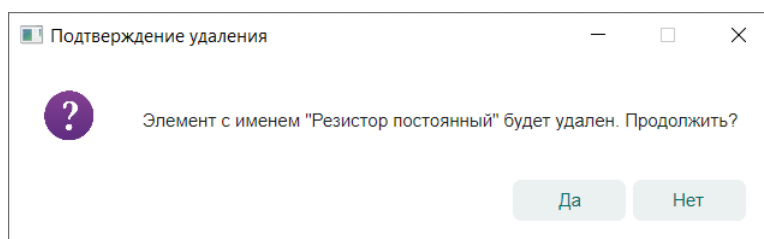

Рис. 51 Подтверждение удаления УГО
3. В окне «Подтверждение удаления» нажмите «Да» для подтверждения удаления УГО или «Нет» для отмены действия, см. Рис. 51.